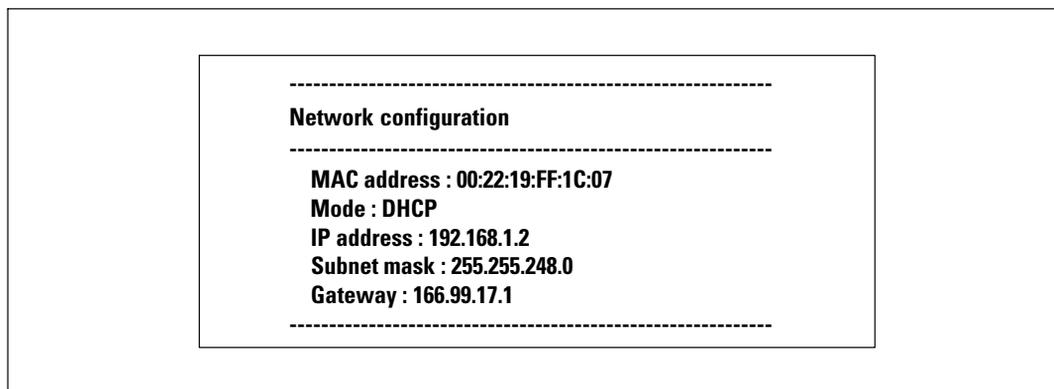

Figure 10. Menu de configuration du réseau
- 2 Tapez 1 et appuyez sur **Entrer**. La carte affiche les réglages fournis par le serveur (voir Figure 10).